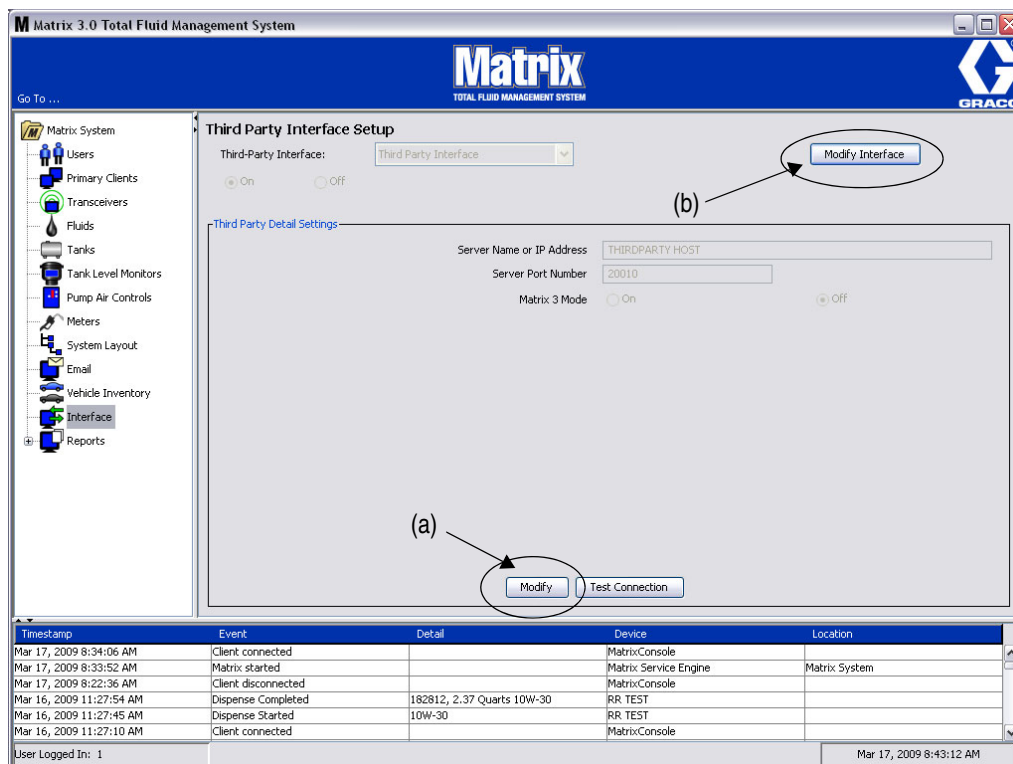

FIG. 162
1. Haga clic en el botón **Modificar** (a) (FIG. 162 de la página 118) para visualizar el cuadro de diálogo Configuración de interfaz externa.
1. Haga clic en el botón **Modificar interfaz** (b) (FIG. 162). Aparecerá el cuadro de diálogo Configuración de la interfaz externa que se representa en la FIG. 164. Este cuadro de diálogo se utiliza para especificar la interfaz de terceros que está utilizando.